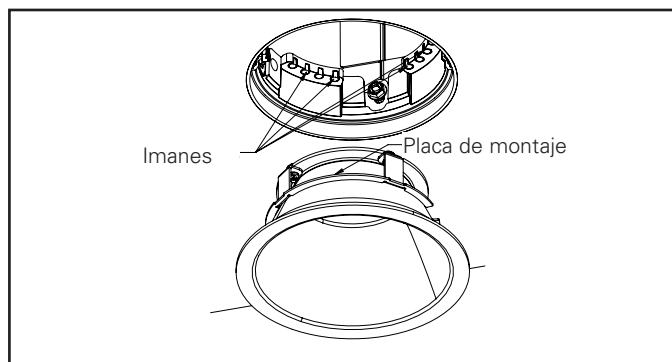

Figura 19
Para las molduras para Wall Wash, la condición óptima es un ángulo de inclinación de 15 grados y una óptica de 70 grados, y para Wall Wash doble el ángulo de inclinación debe ser de 0 grados (Figura 19).
6. Alinee las placas de montaje con los imanes y coloque la moldura contra el techo (Figura 19).